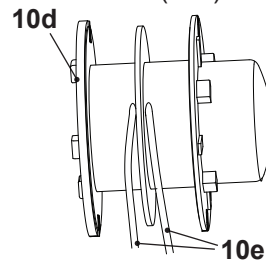

Fig. 16
1. Retire el carrete de corte (10d) del cabezal de corte (10), tal y como se indica en el capítulo "Hilo de corte - Sustituir el carrete de corte".
5. Pase un extremo de los nuevos hilos de corte (10e) por el pequeño orificio del carrete de corte (10d) (Fig. 16).